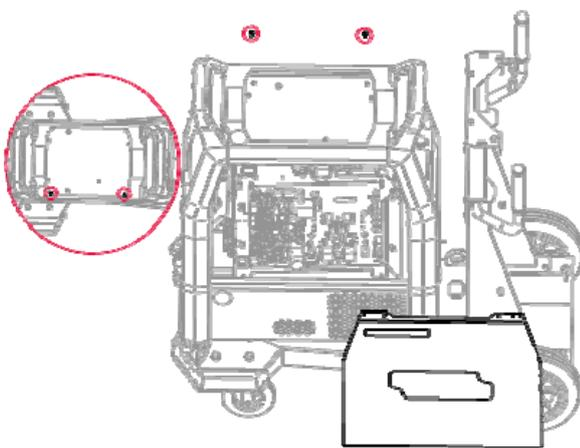

Abbildung 3
- Speedtec-Seitenabdeckung abschrauben und entfernen - die beiden M5x20-Schrauben herausdrehen (Abbildung 3).